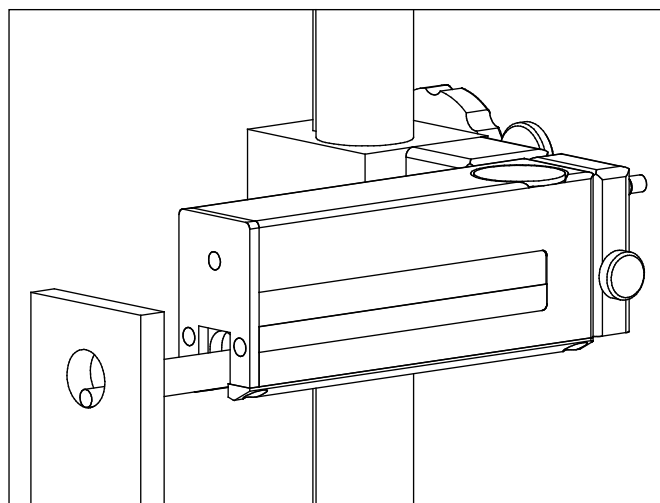

Fig. 8
Se il diametro è molto piccolo, rimuovere eventualmente la protezione del tastatore (1) e disattivare il sollevamento del tastatore (v. fig. 8).